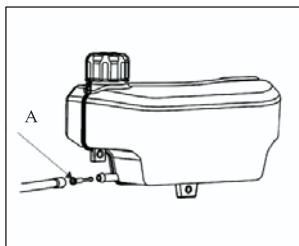

Fig.14 A. Filtro del carburante
3. Reinstallare il filtro del carburante (A) e il condotto del carburante (vedi Fig. 14).